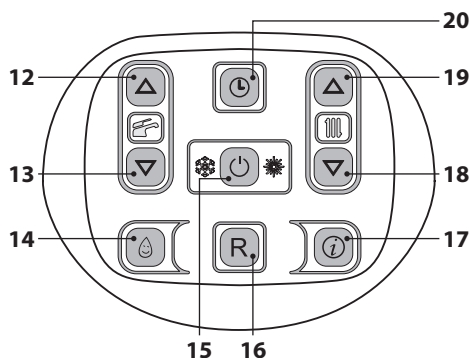
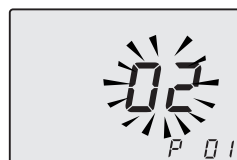
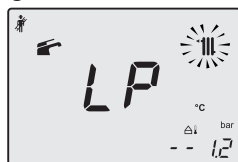

Figura 7.2
Figura 7.3
Figura 7.4
- Entrare in "modalità programmazione" premendo contemporaneamente per 10 secondi i tasti 15 - 18 - 19 (Figura 7.2) fino a far apparire sul display LCD le lettere **P01** e il valore del parametro, indicanti l'entrata nel "parametro 01" (Figura 7.3).
19 (Figura 7.2) per entrare nella funzione "spazzacamino attivo alla potenza minima in sanitario". Sul display appare **LP** alternato alla temperatura dello scambiatore primario caldaia (Figura 7.4).
- Premere il tasto 19 (Figura 7.2) per entrare in modalità "spazzacamino alla potenza minima in riscaldamento". Sul display appare **hP** alternato alla temperatura dello scambiatore primario (Figura 7.5).
- Utilizzare i tasti 18 o 19 (Figura 7.2) fino a portarsi allo stato **dP** (spazzacamino attivo in massimo sanitario) sul display appare **dP** alternato alla temperatura dello scambiatore primario caldaia (Figura 7.7).
- Premere il tasto 18 (Figura 7.2) fino a portarsi allo stato LP (spazzacamino attivo in minimo sanitario) sul display appare LP alternato alla temperatura dello scambiatore primario caldaia. (Figura 7.8).
- Spegnerla caldaia tenendo premuto per 2 secondi il tasto 15 (Figura 7.2) fino a far apparire sul display LCD il simbolo - - - - (Figura 7.9).